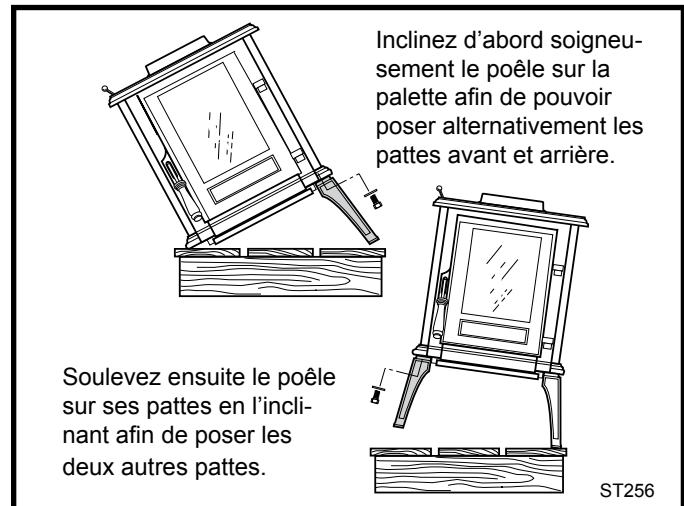

Fig. 22 Pose des pattes d'un côté et de l'autre du poêle.
2. Posez les deux premières pattes au moyen des corps de boulon à tête hexagonale et des rondelles contenus dans le sac de pièces d'assemblage. L'épaulement des pattes doit venir se caler à l'intérieur des bossages de positionnement moulés à même la plaque de fond du poêle. (Fig. 22) Serrez les corps de boulon au moyen de la clé. **ATTENTION: Tout serrage excessif risque d'abîmer les filets.**